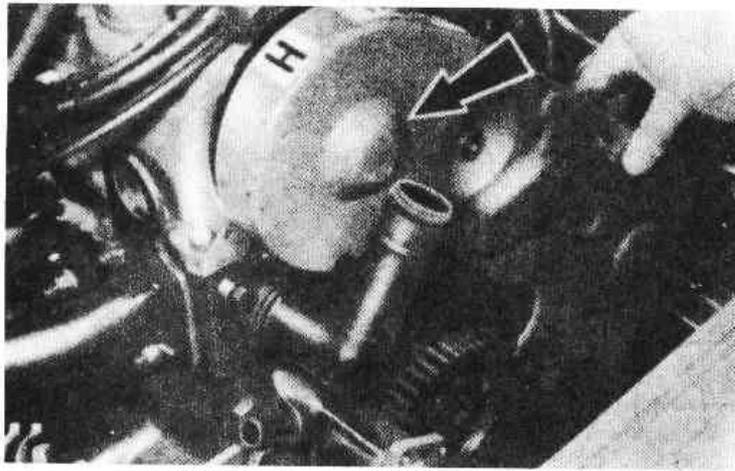

Рис. 2.8. Снятие кожуха ремня распределительного вала (Разд. 8).
7. Выверните три болта и снимите кожух ремня распределительного вала (Рис. 2.8).